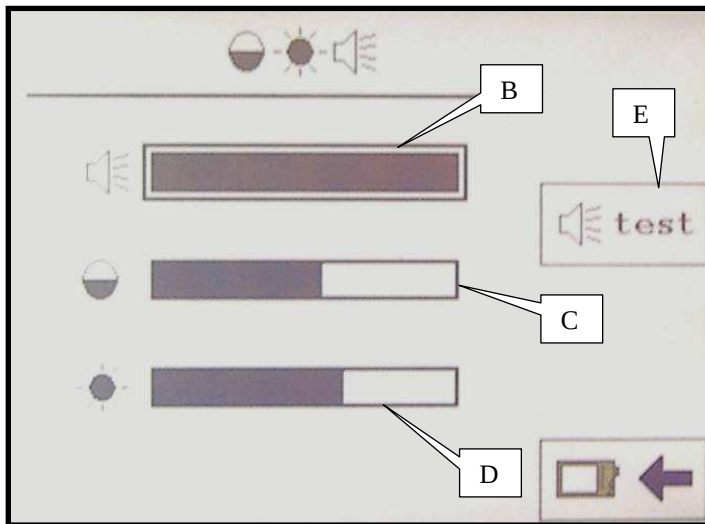

Fig. 2
Poi dopo qualche secondo la **pagina lavoro 1/3** verrà visualizzata automaticamente (Fig.2).
- Pagina di lavoro 1/3 : **Pagina di lavoro principale** (Fig.2)
Vous pouvez modifier les paramètres suivants (Fig.2) :